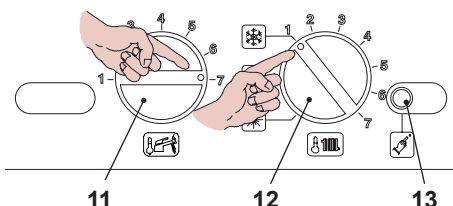
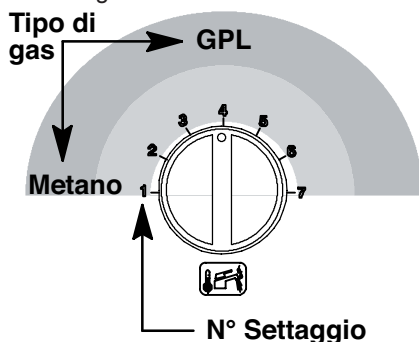
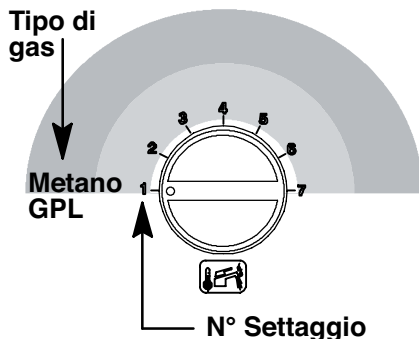

Fig. 8.2
Fig. 8.7
Fig. 8.11
- Posizionare il selettore 11 e la manopola regolazione sanitario 12 come in Fig. 8.2.
- Per settare il Tipo di gas bisogna entrare in programmazione premendo per 15 secondi il pulsante di ripristino 13 in Fig. 8.2 fino alla comparsa del parametro P01 sul display LCD; sul display LCD compare la seguente visualizzazione (la sequenza P01 si alterna -- -- --).
- Premere il pulsante di ripristino 13 in Fig. 8.2 per lo scorrimento dei vari parametri sino al raggiungimento del parametro **P05** valido per il settaggio del Tipo di gas; sul display LCD compare la seguente visualizzazione (la sequenza **P05** si alterna a **01**).
Esempio: Se il tipo di gas di alimentazione è il GPL (G30-G31) e la caldaia è predisposta per il funzionamento con il gas Metano (G20) ruotare la manopola 11 in Fig. 8.2 come in Fig. 8.7.
- Premere il pulsante di ripristino 13 in Fig. 8.2 per il raggiungimento del parametro **P06** valido per il settaggio del Tipo di gas (secondo livello); sul display LCD compare la seguente visualizzazione (la sequenza **P06** si alterna a **01**).
- Per cambiare il settaggio ruotare la manopola regolazione temperatura sanitaria 11 in Fig. 8.2 e posizionarla sulla posizione prescelta vedi anche Fig. 8.11.